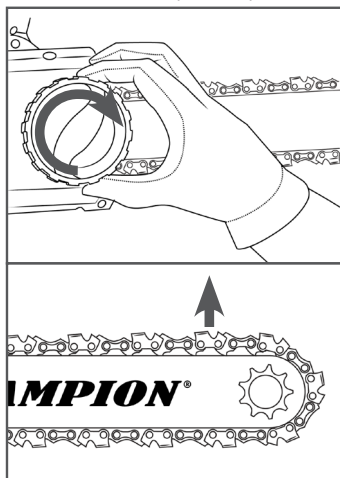

Рис. 7 Регулировка натяжения цепи
1. Приподнимите передний конец шины вверх, и, удерживая его, вращайте наружное колесо натяжителя цепи по часовой стрелке (Рис. 7).